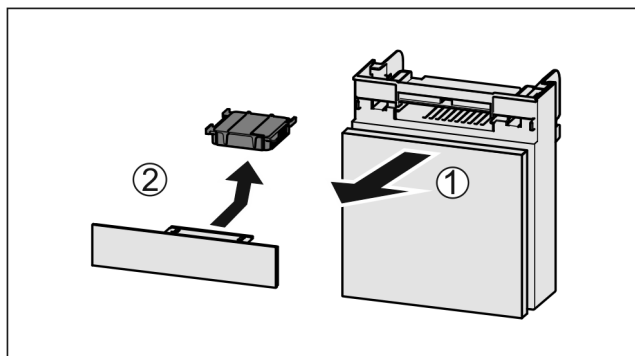

Fig. 144
- Zásuvku vytáhněte dopředu Fig. 144 (1).
- Filtr s aktivním uhlím vyjměte Fig. 144 (2).